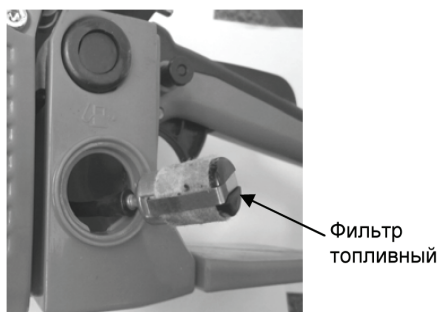

Рис. 19
3. Согните кусок мягкого провода в виде небольшого крючка. Зацепите крючком топливный шланг с фильтром и вытяните через заливную горловину топливный фильтр (Рис. 19).